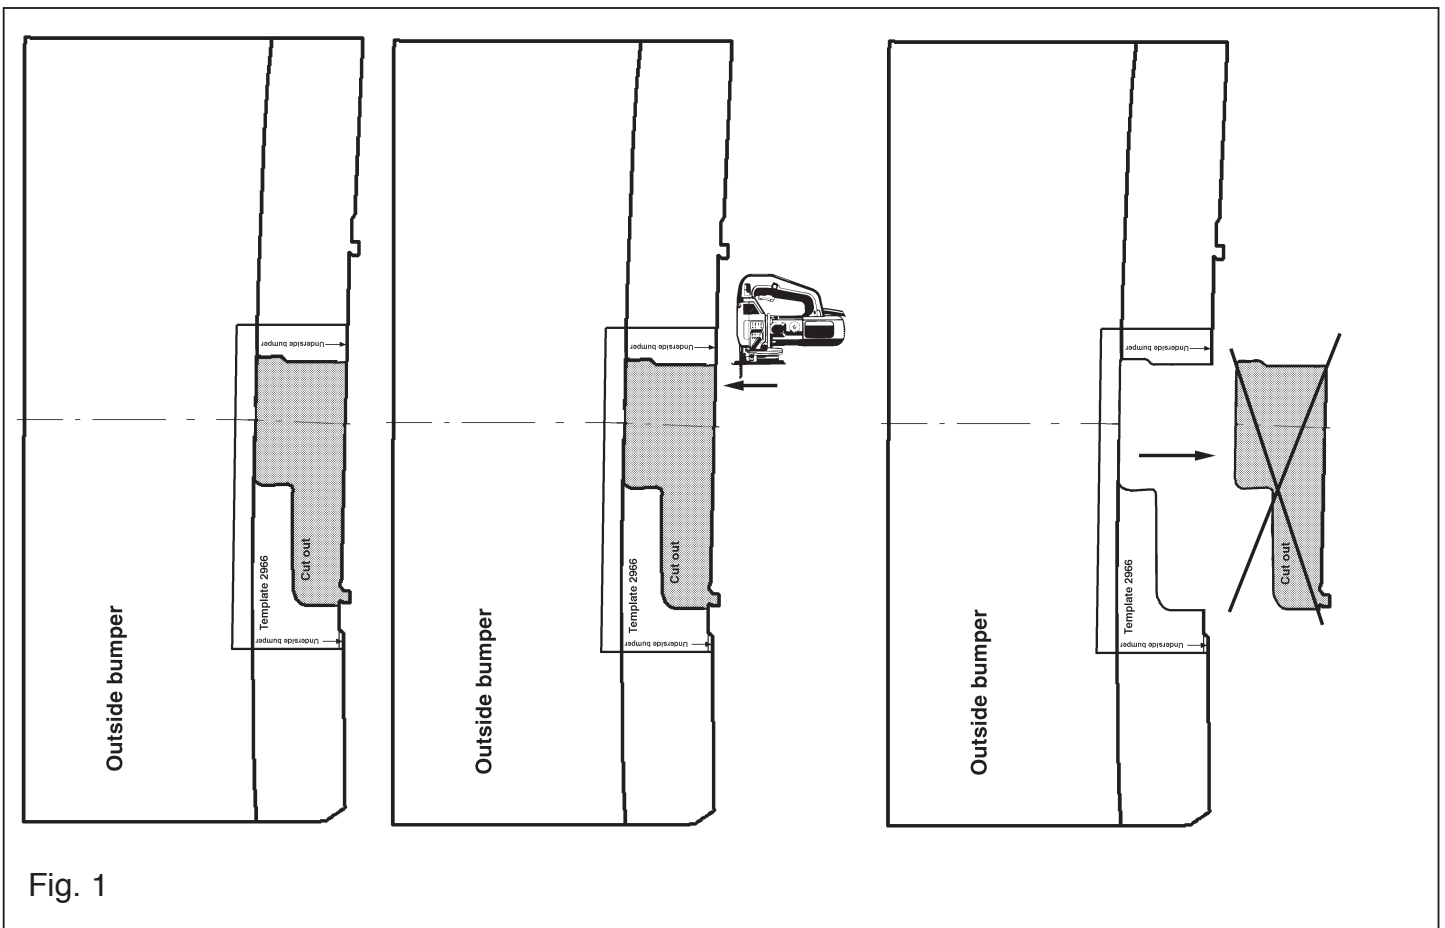

Fig. 1
1. Maak de bodemvloer in de kofferbak vrij. Verwijder in de kofferbak de krik (links), kunststof achterscherm en kunststof opbergvakken (links en rechts). Demonteer de bumper van het voertuig. Verwijder het binnenwerk uit de bumper. Verwijder de schokdempers van het binnenwerk. De verwijderde dempers worden niet herplaatst. Zaag overeenkomstig fig.1 een deel uit de bumper.
1. Clear the floor of the boot. Remove the jack in the boot (left), the plastic rear protection and the plastic storage spaces (left and right). Remove the bumper from the vehicle. The silencers which have been removed will not be replaced. Saw a section out of the bumper according to fig. 1.
3. Fix the whole construction to the car and attach the tow bar using 6 bolts M10x40 including flat and spring washers. Place the housing of the removable ball between the mounting brackets and fix this using two bolts M10x80 (10.9) including socket plate, flat washers and self-locking nuts (10). Turn all nuts and bolts tight according to the torque given in the table. Replace the parts in the boot which were removed in fig. 1.
- Den Fußboden im Kofferraum freimachen. Den Wagenheber (links), die Kunststoff-Rückwand und die Kunststoff-Aufbewahrungsfächer (links und rechts) aus dem Kofferraum entfernen. Die Stoßstange vom Fahrzeug abmontieren. Die Verkleidung aus der Stoßstange herausnehmen. Die Stoßdämpfer von der Verkleidung entfernen. Die entfernten Stoßdämpfer werden nicht wieder eingebaut. Gemäß Fig. 1 einen Teil aus der Stoßstange heraussägen.
- Das Ganze am Auto anlegen und die Anhängervorrichtung mit Hilfe von sechs M10x40-Schrauben einschließlich Unterlegscheiben und Federringen anbringen. Das Gehäuse der abnehmbaren Kugel zwischen den Befestigungsplatten anlegen und mit Hilfe von zwei M10x80-Schrauben (10,9) einschließlich Steckerplatte, Unterlegscheiben und selbstsichernder Muttern (10) befestigen. Alle Schrauben und Muttern gemäß den Angaben in der Tabelle festdrehen. Das unter Punkt 1 aus dem Kofferraum Entfernte wieder anbringen.
1. Dégager le plancher du coffre. Retirer le cric du coffre (à gauche), l'écran arrière en plastique et les compartiments de rangement en plastique (à gauche et à droite). Démontez le pare-chocs du véhicule. Retirer la garniture du pare-chocs. Retirer les amortisseurs situés dans la garniture du pare-chocs. Une fois retirés, ces amortisseurs ne seront plus remis en place. Scier un morceau du pare-chocs conformément à la fig. 1.
3. Placer le tout dans le véhicule et fixer l'attache-remorque à l'aide de six boulons M10x40, rondelles grover et rondelles de blocage incluses. Positionner le logement de la rotule amovible entre les plaques de fixation et le fixer à l'aide de deux boulons M10x80 (10.9), y compris la prise électrique, les rondelles de blocage et les écrous auto-treins (10). Serrer tous les boulons et écrous conformément au tableau. Remettre en place les éléments ôtés du coffre au point 1.
1. Despejar el suelo del maletero. Retirar del maletero el gato (a la izquierda), la pantalla posterior sintética y los compartimientos almacén sintéticos (a la izquierda y derecha). Desmontar el parachoques del vehículo. Retirar el armazón interior del parachoques. Retirar los amortiguadores del armazón interior. Los amortiguadores retirados no se vuelven a poner. Serrar una parte del parachoques de acuerdo con la fig. 1.
3. Colocar el conjunto en el vehículo y fijar el gancho de remolque con seis tornillos M10x40 inclusive arandelas planas y grover. Colocar el cuerpo de la bola extraíble entre las placas de sujeción y fijarlo con dos tornillos M10x80 (10.9) inclusive placa enchufe, arandelas planas y tuercas de seguridad (10). Apretar todos los tornillos y tuercas según los puntos indicados en la tabla. Volver a poner lo retirado del maletero bajo punto 1.
1. Frigør golvplåten i bagageutrymmet. Avlägsna ur bagageutrymmet domkraften (vänster), bakpanelen av plast och förvaringsfacken av plast (höger och vänster). Demontera kofångaren från fordonet. Avlägsna innanmätet ur kofångaren. Avlägsna stötdämparna från innanmätet, dessa förfaller. Såga ut en del ur kofångaren enligt fig.1.
3. Placera det hela mot bilen och montera dragkroken med sex skruvar M10x40 inklusive plan- och fjäderbrickor. Placera den löstagbara kulans hus mellan monteringsplattorna och montera det med två skruvar M10x80 (10.9), inklusive kontaktplattan, planbrickor och självlåsende muttrar (10). Momentdrag alla skruvar och muttrar enligt tabellen. Sätt tillbaka det som avlägsnades ur bagageutrymmet under punkt 1.
1. Ryd gulvet i bagagerummet. Fjern følgende fra bagagerummet: donkræften (til venstre), bagskærmen af kunststof og kunststoflommerne (til højre og venstre). Fjern kofangeren fra køretøjet. Fjern den indre del af kofangeren (inderværket). Fjern støddæmperne fra inderværket. Disse støddæmpere skal ikke genanbringes. Sav et stykke ud af kofangeren, se fig. 1.
3. Anbring helheden på køretøjet og fastgør trækkrogen vha. seks bolte M10x40 inklusive slut- og fjederskiver. Anbring den aftagelige kugles hus mellem montagepladerne og fastgør det vha. to bolte M10x80 (10.9) inklusive stikdåseplade, slutskiver og selvlåsende møtrikker (10). Spænd alle bolte og møtrikker i henhold til tabellen. Genanbring det, der blev fjernet fra bagagerummet under pkt. 1.